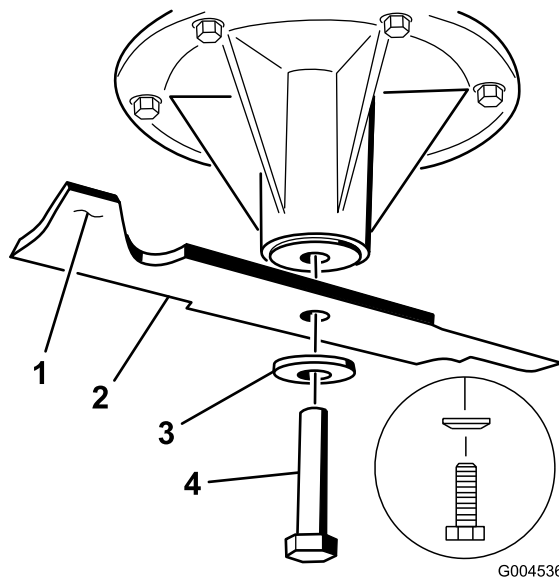

Figura 94
2. Retire del eje el perno de la cuchilla, la arandela curva y la cuchilla (Figura 94).